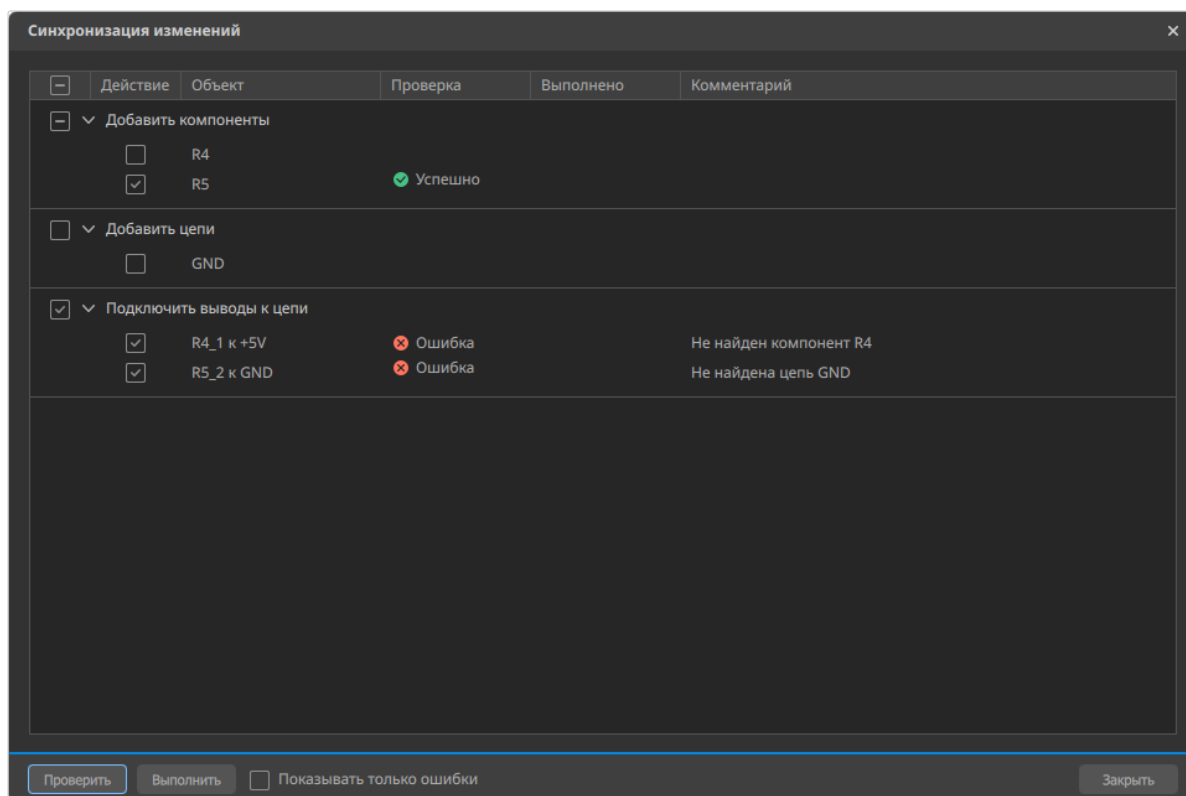

Рисунок 151. Ошибки в результате проверки в окне «Синхронизация изменений»
- 5) При возникновении ошибок в результате проверки в колонке «Комментарий» будет указан характер и причина ошибки (см. рисунок 151).